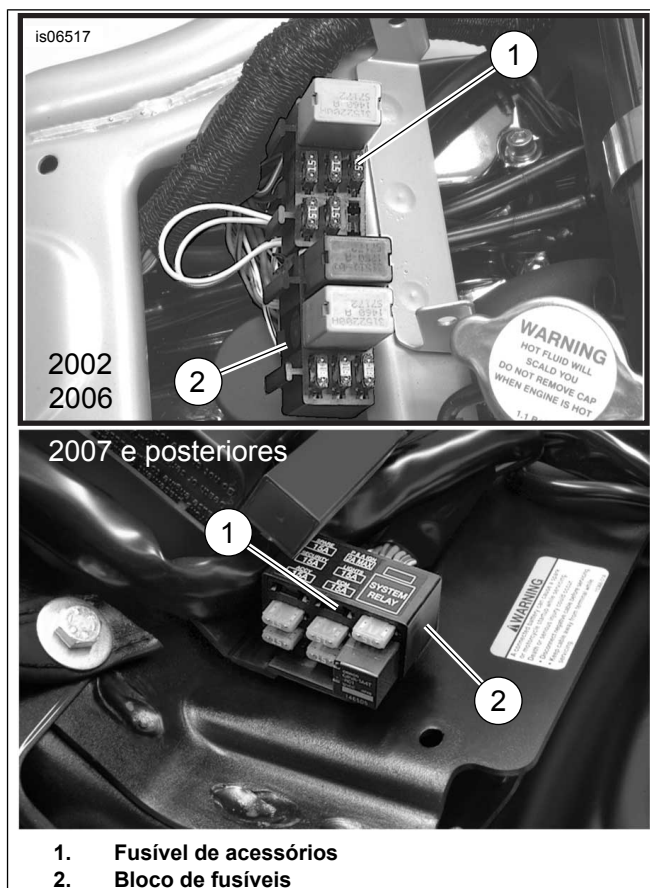

Figura 15. Localização do fusível acessório (modelos V-Rod)
- Consulte Figura 15. Abra cuidadosamente uma área da proteção do chicote de fios principal próximo do bloco de fusíveis (2) em um ponto acessível e corte o fio laranja/branco do chicote de fios principal que vai até a cavidade do fusível (1) marcada.